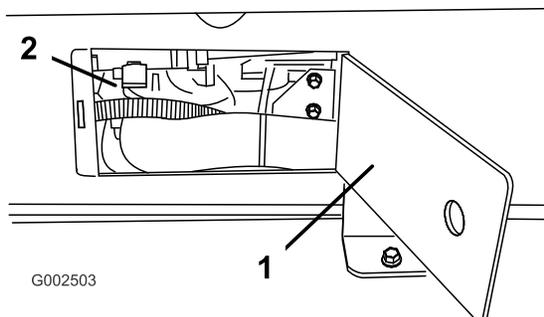

Figure 22
11. Utilisez les panneaux d'accès de chaque côté du patin pour vérifier qu'aucun flexible ou câble n'est coincé (Figure 22).